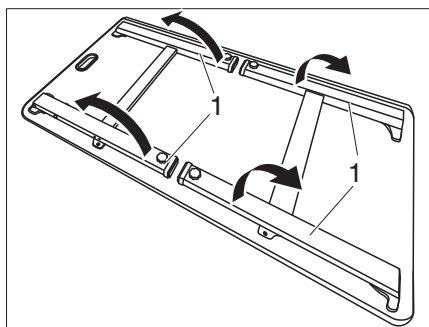
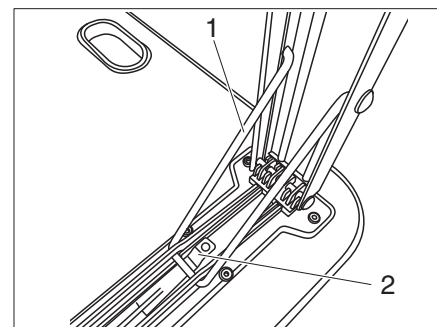

Fig. 32 Lato inferiore del tavolo
Fig. 33 Bloccaggio
- Sollevare tutti i piedini del tavolo (Fig. 32,1) fino a quando le staffe (Fig. 33,1) dei bloccaggi si innestano.
- Premere l'elemento di arresto (Fig. 33,2) e muovere i piedini del tavolo (Fig. 32,1) verso il basso.